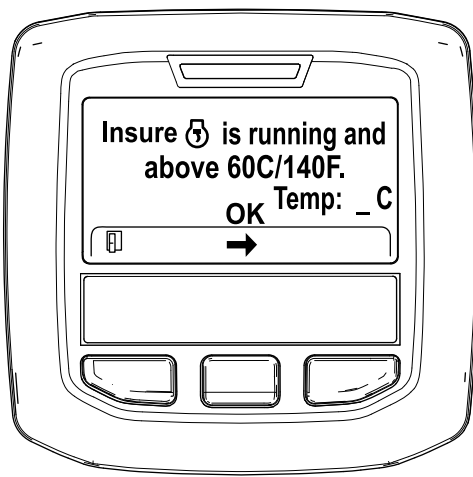

Figura 46
5. Se a temperatura do líquido de refrigeração for inferior a 60°C, surge a mensagem "Insure  is running and above 60°C/140°F" (Confirme que está a trabalhar e acima de 60°C/140°F) (Figura 46).